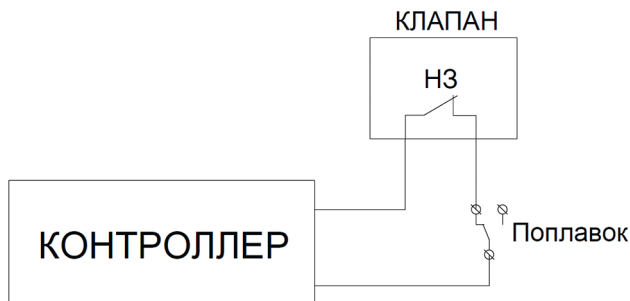

Рис.1
1. Подключить клапан в разрыв поплавкового выключателя, тем самым при промывке напорного фильтра СОО будет думать, что ёмкость заполнилась, но в таком случае СОО тоже уйдет в промывку (длительность промывки ~5сек). Если на напорном фильтре установлен клапан Clack без отсечного клапана, то на СОО пойдет неочищенная вода, что в некоторых случаях допустимо. Если отсечной клапан установлен или используется клапан Runxin, то СОО уйдет в ошибку по сухому ходу. При подключении по схеме (рис.1) внутренний счетчик наработанных часов будет обнуляться.